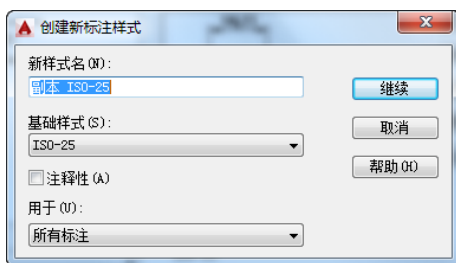

图 7-4 “创建新标注样式”对话框
(2) “新建”按钮：定义一个新的尺寸标注样式。单击此按钮，AutoCAD打开“创建新标注样式”对话框，如图7-4所示，利用此对话框可创建一个新的尺寸标注样式，其中各项的功能说明如下：